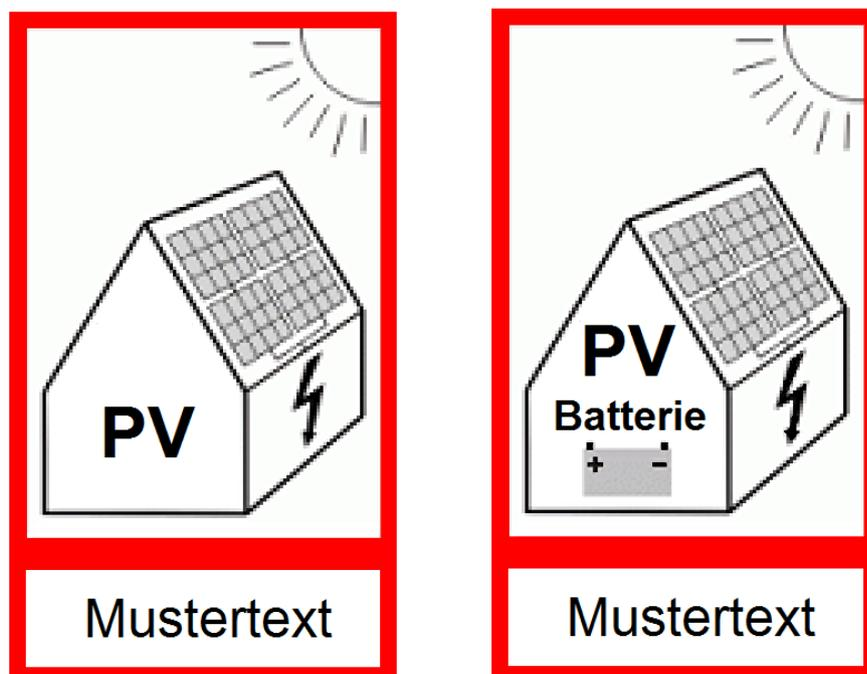

Bild 1
2. Bauliche Anlagen mit PV- und Batteriespeicher-Anlagen sind am Hauptzugang für die Feuerwehr mit einem formstabilen und lichtbeständigen Hinweisschild, in der entsprechenden Ausführung, in der Größe von mindestens DIN A 6 zu kennzeichnen (Bild 1).
3. Die in der vorgenannten Broschüre beschriebene Gleichspannungs-Freischaltstelle (DC-Freischalter) muss neben den dort aufgelisteten Mindestanforderungen für die Feuerwehr gefahrfrei zugänglich sein. In hochwassergefährdeten Gebieten muss der DC-Freischalter oberhalb des Gefahrenbereiches liegen. Der Standort des DC-Freischalters („DC-Notausschalter“) ist im Hinweisschild nach Pkt. 2 mit zu benennen (Bild 1).
Hier ist im Bild 1 im Textfeld „Sicherheitsabschaltung PVA bei Spannungsfreischaltung Hausanschluss“ einzutragen (Bild 3).
7. Mustertexte zu Bild 1 sind mit der Feuerwehr abzustimmen.